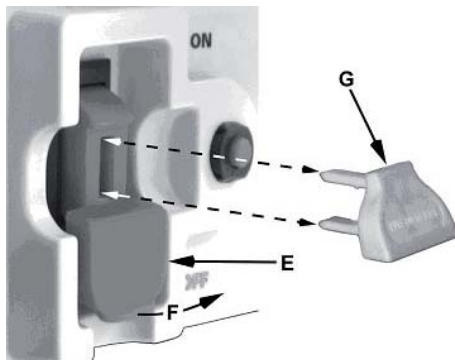

Рис. 25
- Чтобы включить станок, переключите выключатель в верхнюю позицию (F, Рис. 25).
### Замыкающий ключ (рис. 25)